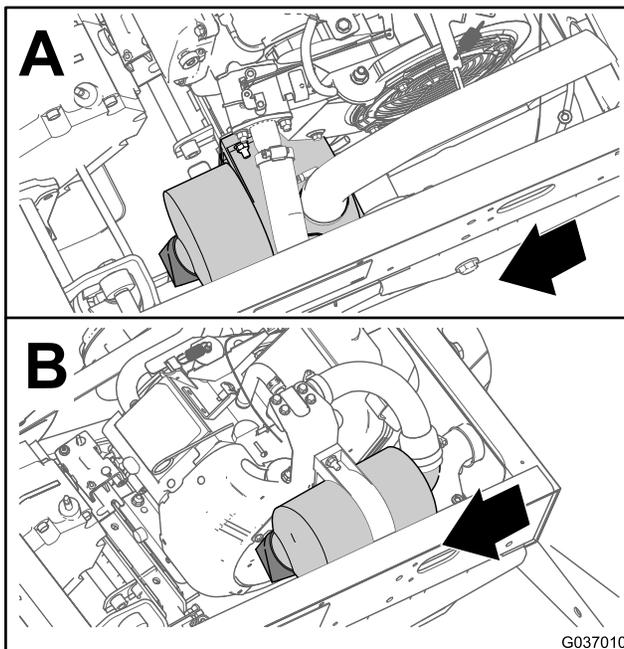
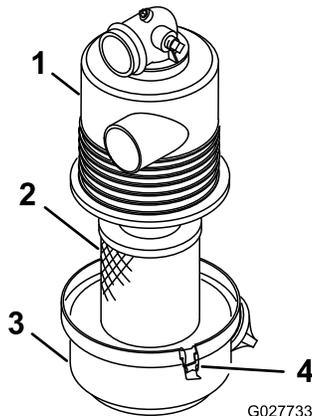

Figure 32
Figure 33
2. Vérifiez si le boîtier du filtre à air présente des dommages susceptibles d'occasionner des fuites d'air (Figure 32 et Figure 33).
- Desserrez les dispositifs de verrouillage qui fixent le couvercle sur le boîtier du filtre à air (Figure 33).
- Séparez le couvercle du boîtier du filtre à air et nettoyez l'intérieur du couvercle (Figure 33).
- Insérez l'élément filtrant dans le boîtier du filtre à air (Figure 33).
- Alignez le couvercle du filtre à air sur le boîtier (Figure 33).
- Fixez le couvercle au boîtier avec les dispositifs de verrouillage (Figure 33).